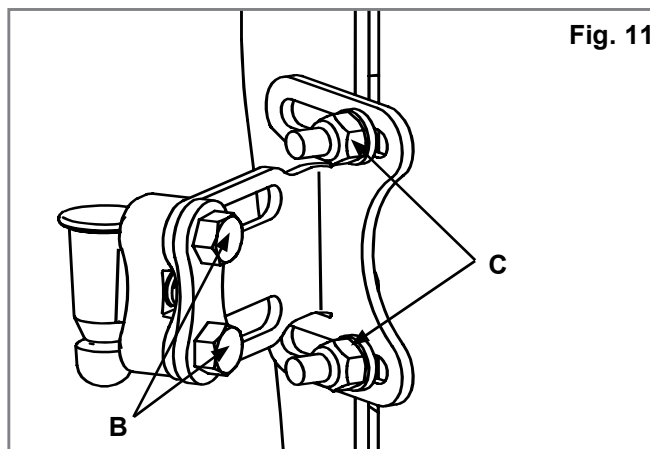

Fig. 11
(Fig. 11, 12, 13).
2. Justering af dybde/vinkel (Fig. 11, 12, 13 & 14).